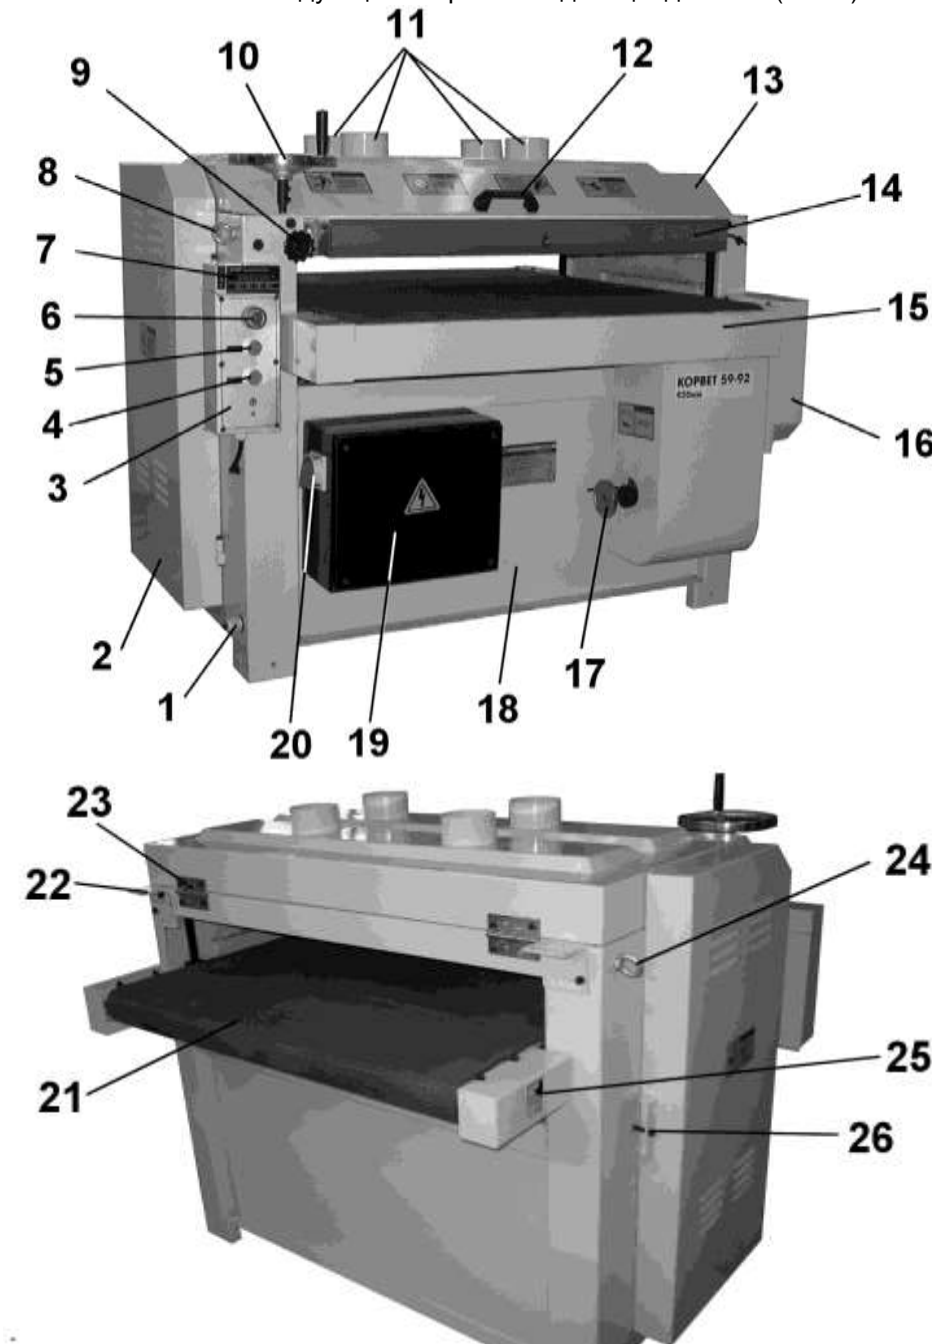

Рис. 3
7.3. Перемещение станка грузоподъемными механизмами производите согласно схеме строповки за 4 рым-болта (8 и 24), Рис.3;4. Погрузочно-разгрузочные работы должен выполнять специально обученный персонал.